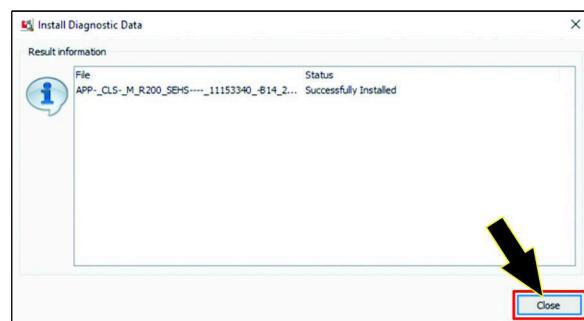

Figura 46
6. En el cuadro de diálogo INFORMACIÓN DE RESULTADOS, haga clic en el ícono CERRAR (Figura 46).